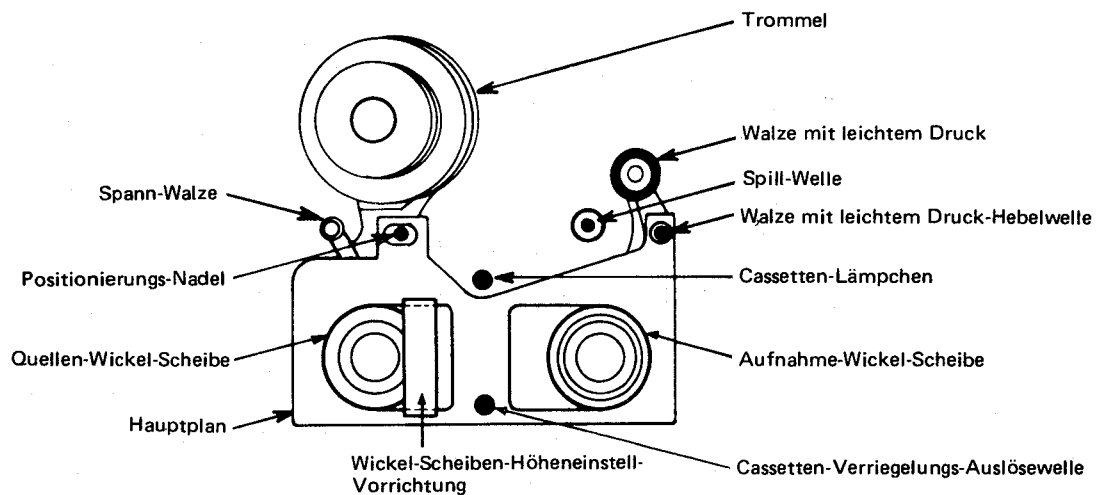

Abbildung 37.
1. Das Cassetten-Gehäuse entfernen und den Hauptplan dort langsam, wie in den Abb. 37 und 38 gezeigt, anbringen.